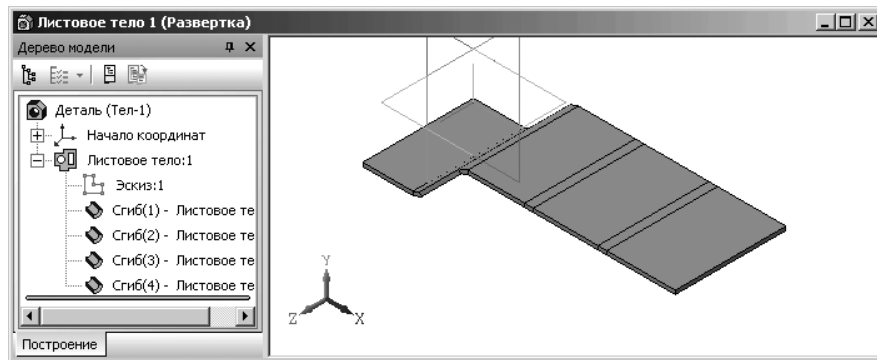

Рис. 7.18. Пример отображения выбранных развернутых сгибов
- щелкните на **Компактной панели** по кнопке  — **Развертка**. Появится развертка листового тела с указанными разгибаемыми сгибами (рис. 7.18).